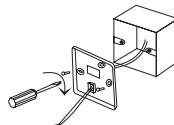

Рис. 2
4. Как показано на рис.2, закрепите заднюю крышку пульта на стене или распаячной коробке с помощью комплектных саморезов M4x20.